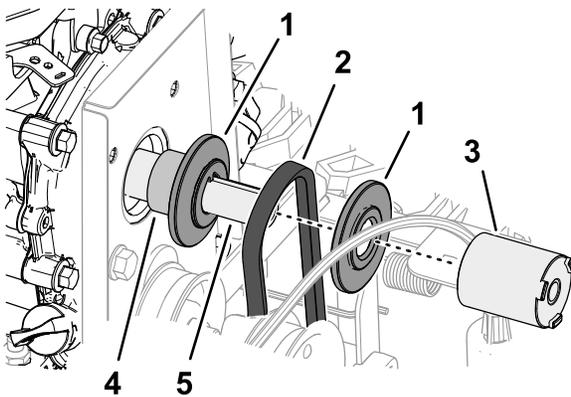

Figure 46
4. Déposez l'entretoise de poulie, la demi-poulie avant et la courroie de traction de 87,6 cm ($34\text{-}1/2$ po) du vilebrequin du moteur (Figure 46).